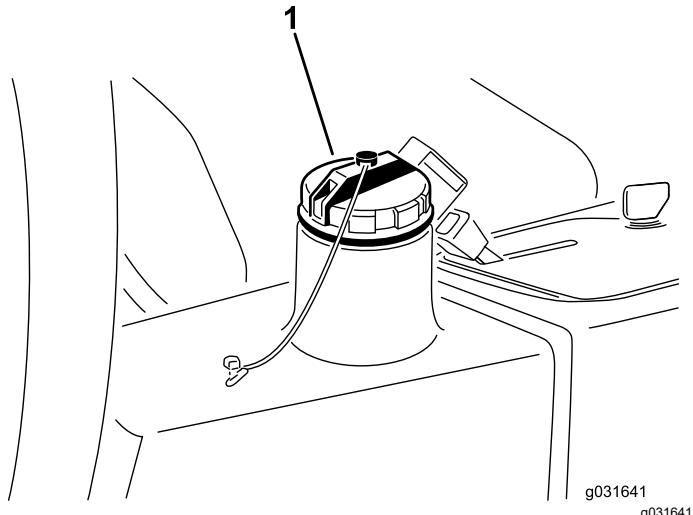

Figure 64
- Nettoyez la surface autour du goulot de remplissage et du bouchon du réservoir hydraulique. (Figure 64)
- Retirez le bouchon du réservoir hydraulique (Figure 64).